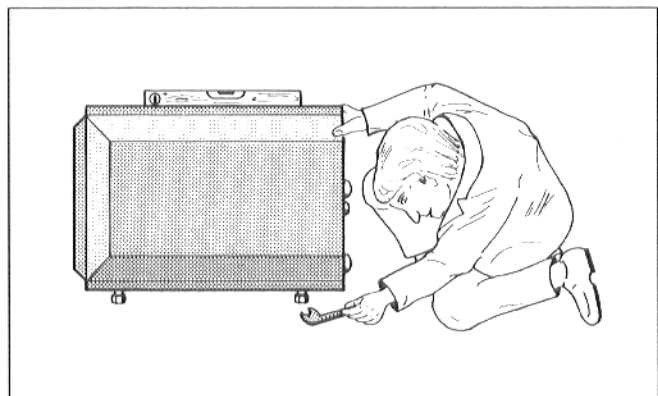

Abb. 4
- Speicher-Brauchwassererwärmer durch Justieren der Fußschrauben mit leichter Steigung nach hinten ausrichten (Abb. 4).